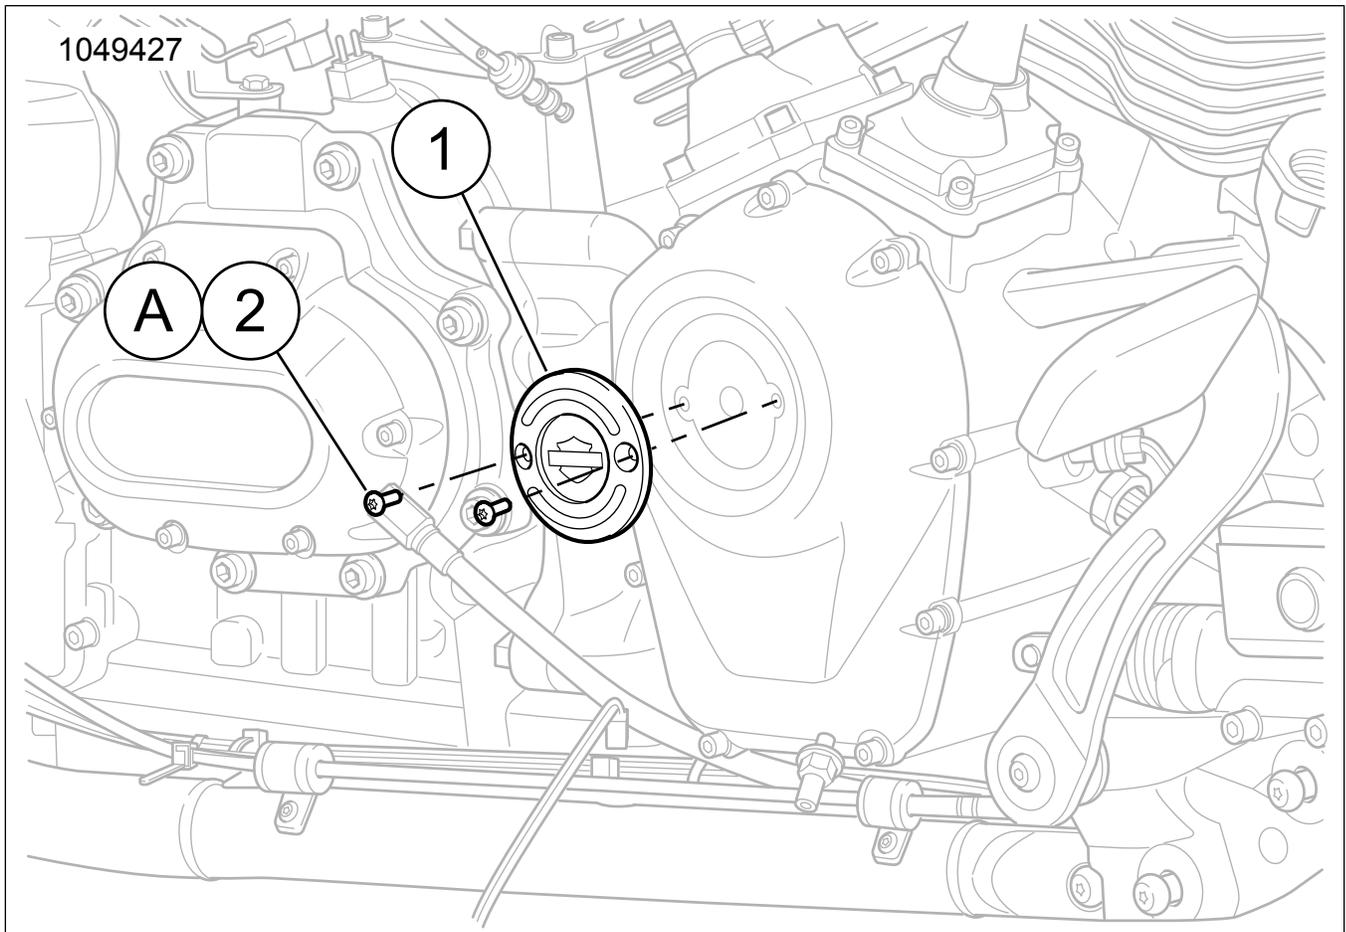

Figure 1. Contenu du kit : Composants du carter de distribution
1. Consultez Figure 1 . Retirez Équipement d'origine (OE) vis. Jetez-la.